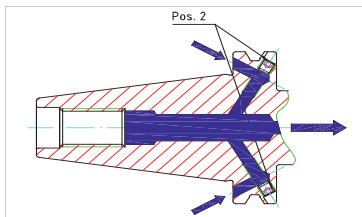

Abb. 9: Kühlmittelzuführung Form AF/JF
4. Schrauben Sie in den abgekühlten Werkzeughalter an „Pos. 2“ die Gewindestifte mit Schraubensicherung (Klebstoff) mittelfest ein (siehe Abb. 9:Kühlmittelzuführung Form AF/JF).